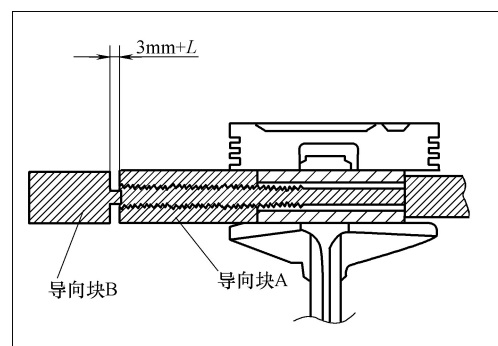

图 2-116 拧入导向块
⑦ 如图 2-116 所示，将导向块 B 拧入导向管 A，使导向块 B 与导向块 A 之间的间隙值为②项所得数值 L 加上 3mm。